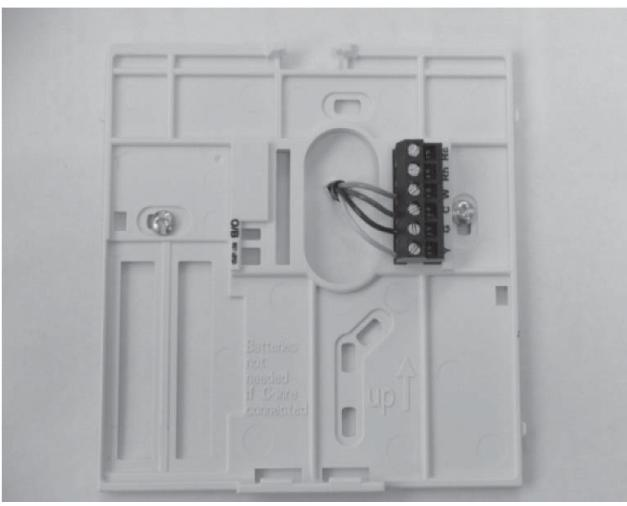

Fig. 2 - Connessioni cavi alla morsettiera
7. Separare ogni cavo e sistemerne la lunghezza in modo da collegare in modo opportuno ogni terminale con il blocco di connessione posto sul supporto posteriore, mantenendo una lunghezza extra dei cavi di circa 7 mm. Spelare circa 6 mm di isolante di ogni cavo in modo da evitare che eventuali contatti tra cavi adiacenti creino un cortocircuito. Vedi Fig. 2.